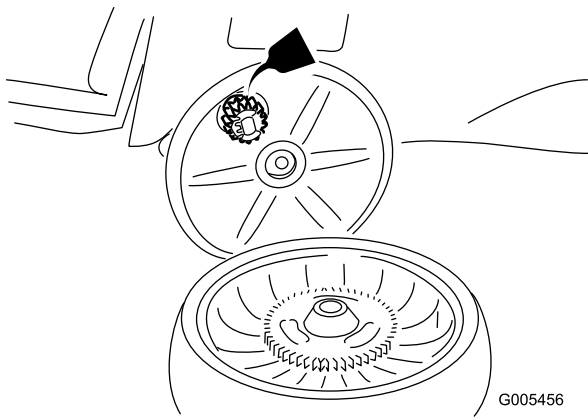

Figure 29
2. Appliquez une couche d'huile de graissage à l'intérieur et à l'extérieur des engrenages, de la manière indiquée (Figure 29).